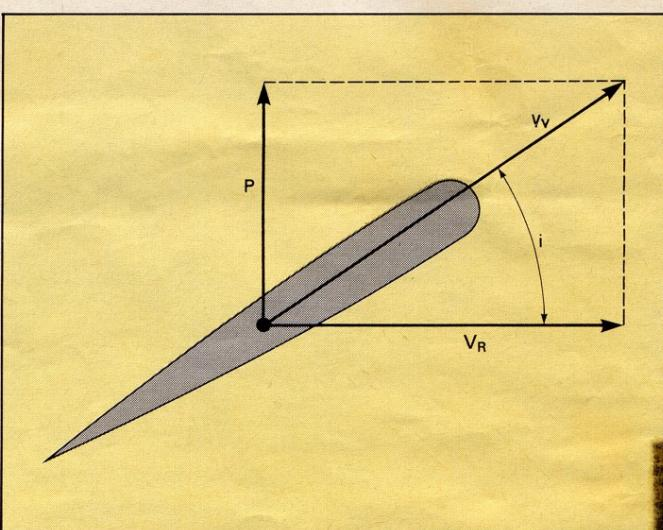

Fig. 2. – Matérialisation de la portance d'une aile.
■ **La portance** caractérise, en quelque sorte, la capacité de l'avion à voler. L'aile est très schématiquement un plan qui se déplace dans l'air avec une incidence  $i$  (fig. 2).